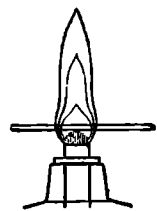

Рис. 66. Нагревание лучинки в пламени спиртовой лампы.
■ **Опыт 1.** Внесите в пламя лучинку, держа ее горизонтально над самой светильней (рис. 66). Как только лучинка начнет темнеть, быстро выньте ее, не давая ей загореться. Лучинка обугливается в двух местах — с краев пламени. ■